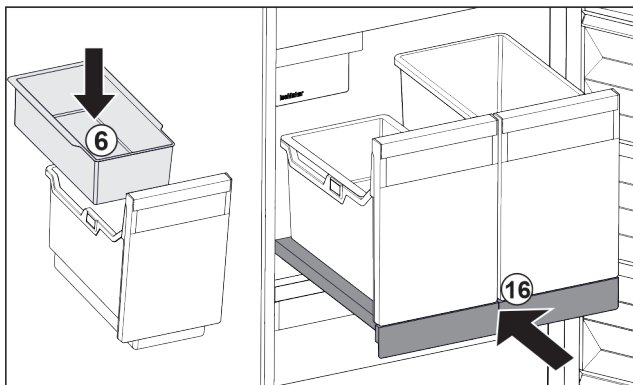

Fig. 36
- ▶ Вставьте навесной лоток Fig. 36 (6) для кубиков льда.
- ▶ Вставьте выдвижную панель с контейнером (IceTower) Fig. 36 (16)